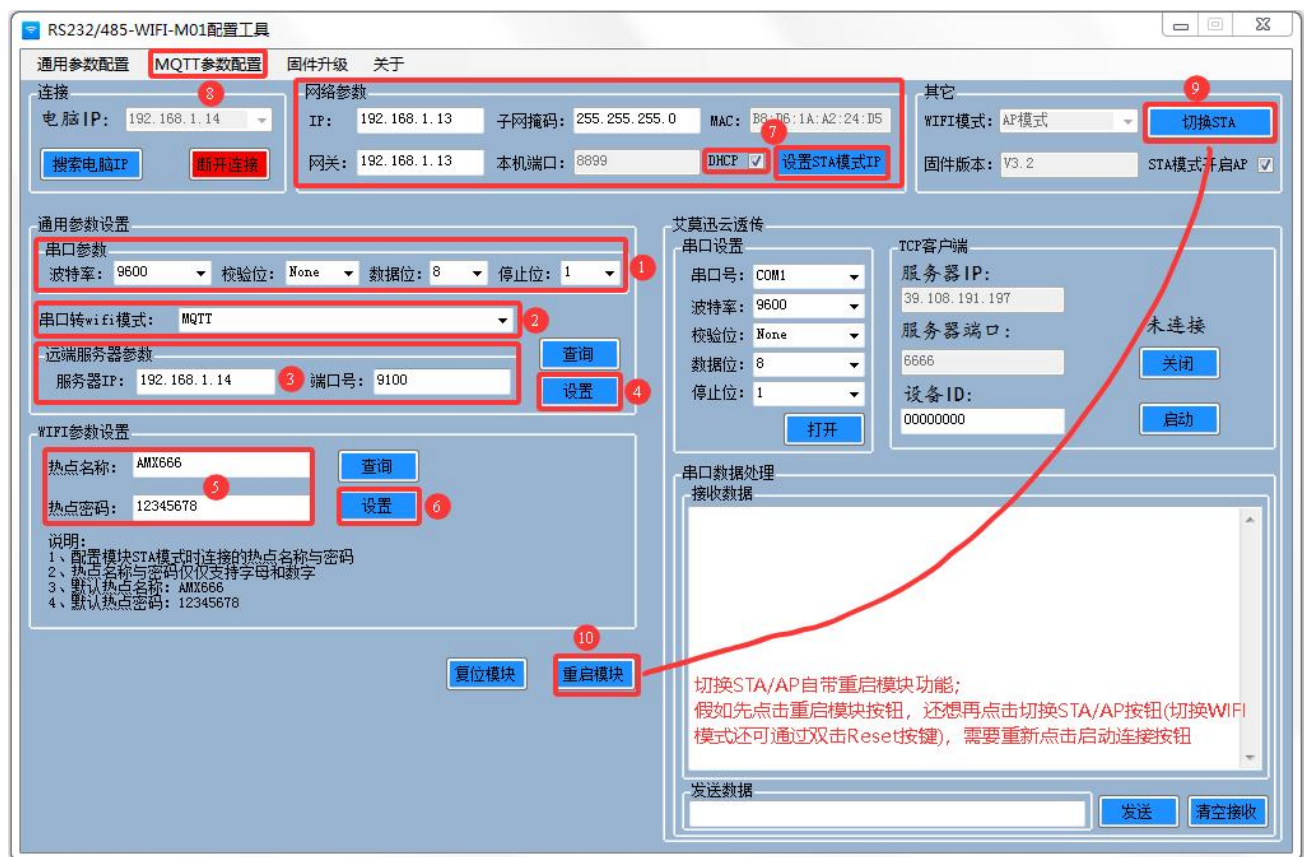

Figura 4.4 Contenido de configuración
Como se muestra en la Figura 4.4, las funciones requeridas por el usuario se logran principalmente mediante la configuración de los parámetros correspondientes a través de la herramienta de configuración. Independientemente de la función, ① parámetros del puerto serie (e